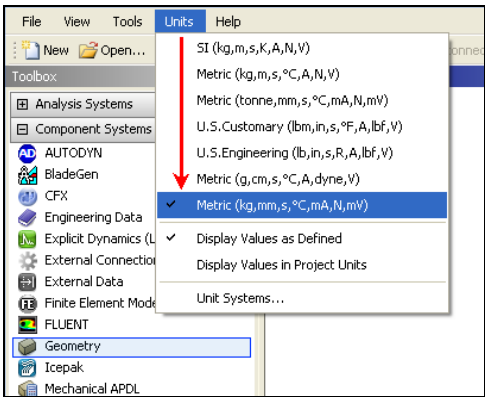

图 3-42 设置单位
- 步骤 02 在 ANSYS Workbench 主界面中选择 Units（单位）→Metric（kg,mm,s,℃,mA,N,mV）命令，设置模型单位，如图 3-42 所示。